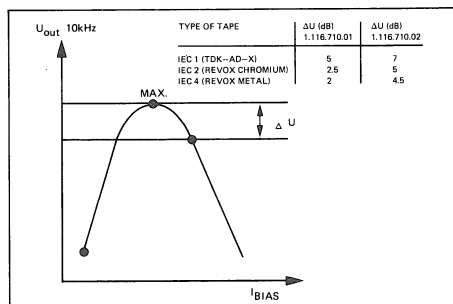

Fig. 5.7
- Die erreichten Werte (in dB) notieren, von diesem Wert den jeweiligen Betrag nach Fig. 5.7 abziehen.
- Write down the actual values (in dB) and deduct from this value the amount shown in Fig. 5.7.
- Notez les valeurs absolues en dB puis soustrayez leur la valeur correspondante indiquée fig. 5.7.